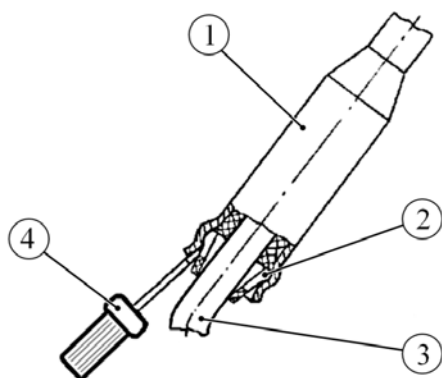

Рисунок 1 – Снятие стержня рычага переключения передач:
2.5 Нажать на стержень рычага 1, рисунок 1, переключения передач вниз, вывести запорную втулку 2 при помощи отвертки 4 из кольцевой канавки стержня 1 и снять стержень с рычага 3 переключения передач (отвертка плоская).